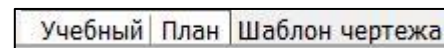

Рис. 11.5
12. Перейдите из вкладки **Шаблон чертежа** на вкладку **Учебный** (рис. 11.5).